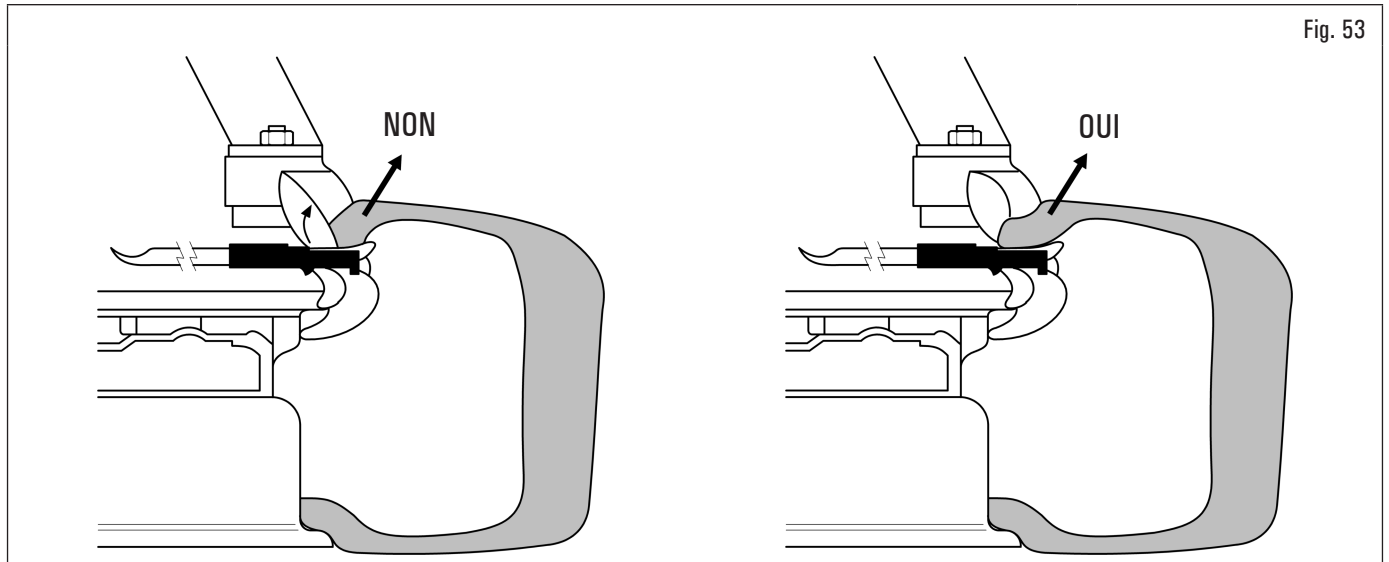

Fig. 53
13. en phase de démontage de pneus durs, il peut arriver que le talon se positionne, sur la tête d'outil , avec son bord tourné. Ce fait provoquerait le glissement du talon même hors du levier quand commence la rotation dans le sens des aiguilles d'une montre. Pour remédier à cet inconvénient, il faut tourner légèrement la roue dans le sens contraire à celui des aiguilles d'une montre jusqu'à ce que le bord se détende. A ce moment-là, commencer le démontage dans le sens des aiguilles d'une montre (voir Fig. 53).